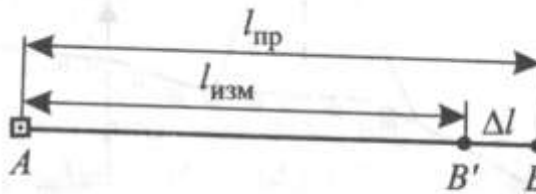

Рис. 1
4. Какая схема выноса в натуру показана на рис. 1?